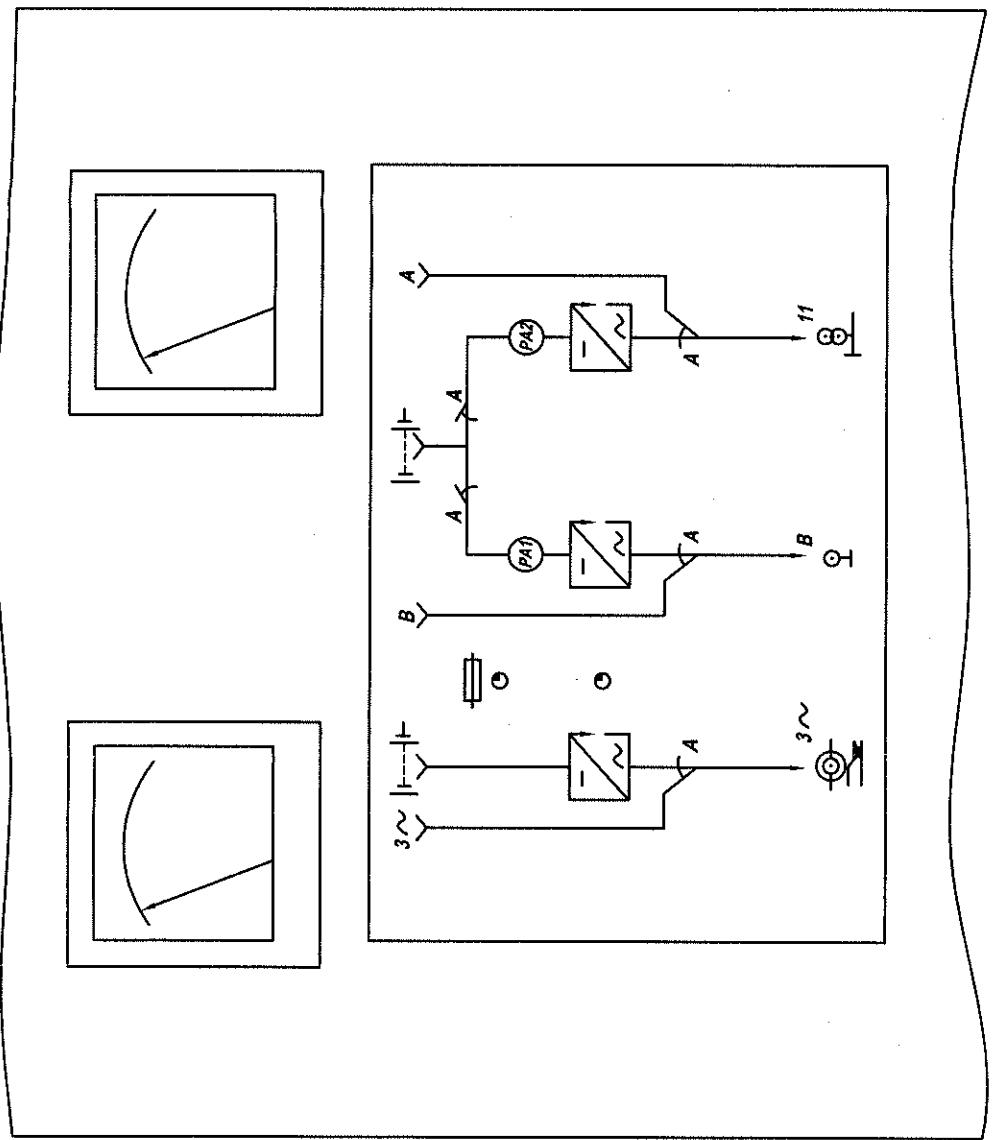

Рис.1
1.4.2. К широкой лицевой двери панели прикреплен металлический лист с нанесенной на нем фотоспособом структурной схемой разводки питания Рис.1 с условным изображением функциональных изделий и нагрузок, с размещением контрольных индикаторов.